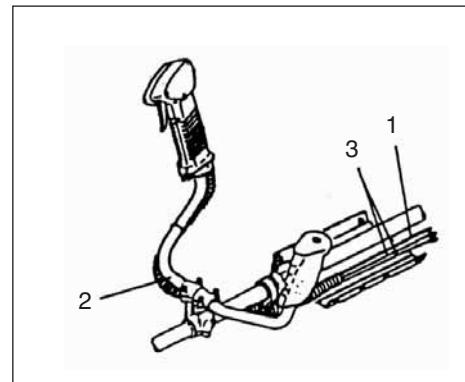

Fig.1-3B
Før stopsnorene (3) og kablet til gashåndtaget (1) gennem beskyttelsesrøret (2), og hægt derefter hoftepuden af (fig. 1-3B).